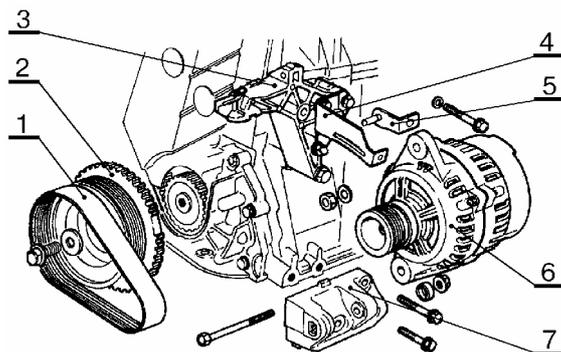

Рис.11.
- ослабить натяжение ремня привода генератора и снять ремень 1, рис.11 (ключи кольцевые 10, 15 или головки сменные 10, 15, вороток и удлинитель);